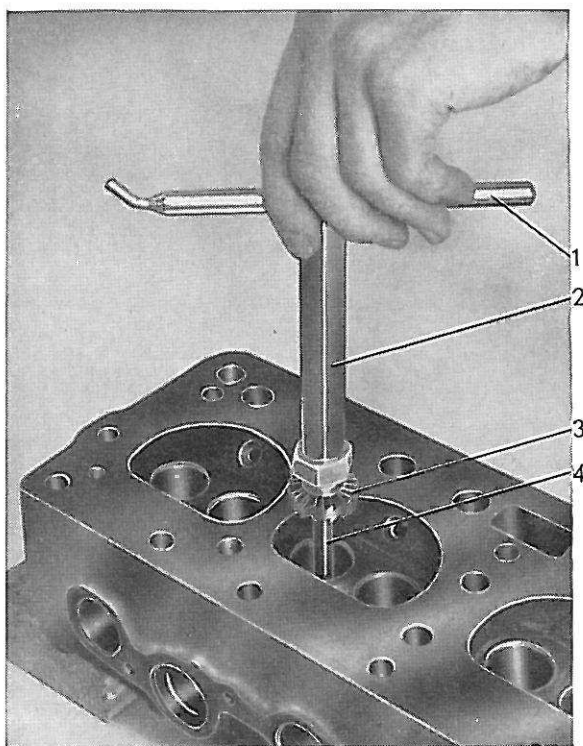
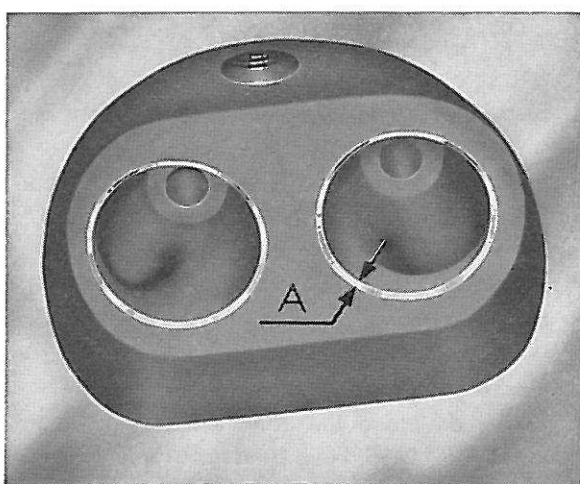

Figure 22. Fraisage des sièges de soupapes
Figure 23. Largeur des sièges de soupapes
2. Roder les sièges de soupapes. Se servir pour ce travail d'une fraise à main ou d'une rectifieuse à commande électrique, figure 22. Avant de procéder au travail, il faut fixer soigneusement la broche de guidage et les guides usés doivent être remplacés par des guides neufs. Les sièges doivent être rectifiés jusqu'à l'obtention d'une parfaite surface d'étanchéité. L'angle du siège doit être de 45° et la largeur de portée de 1,4 mm, voir "A", figure 23. Si cette largeur devient trop grande après rectification, on pourra la réduire de l'intérieur à l'aide d'un disque abrasif de 70° et de l'extérieur à l'aide d'un disque de 20° .